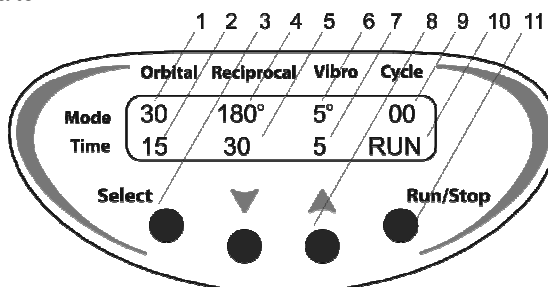

Abb. 2 Vorderseite
- 4.4. Drücken Sie die Taste **Run/Stop** (Laufen/Stopp) (Abb. 2/11), um das Programm zu starten.
- 4.5. Die Bewegung der Plattform startet und die entsprechenden Anzeigen (RUN [Laufen] (Abb. 2/10), Countdown des Zyklus (Abb. 2/9), die sich ändernden Zeitwerte (Abb. 2/2 oder 2/5)) erscheinen auf dem Display.
- 4.9. Falls keine Anzahl von Zyklen eingestellt ist (Anzahl der Zyklen (Abb. 2/9) zeigt null an), startet durch Drücken der Taste **Run/Stop** (Laufen/Stopp) der kontinuierliche Betrieb, bis die Taste **Run/Stop** (Laufen/Stopp) erneut gedrückt wird.
- 5.1. Drücken Sie die Taste **Select** (Auswählen) (Abb. 2/3), um die zu ändernden Parameter auszuwählen (der aktive Parameter blinkt).
- 5.2. Stellen Sie mit den Tasten ▲ und ▼ (Abb. 2/8) den gewünschten Wert ein (durch Drücken der Taste für länger als 2 Sek ändern sich die Werte schnell).
- 5.4. Sie müssen die Geschwindigkeit (Abb. 2/1), den Drehwinkel (Abb. 2/4, Abb. 2/6), die Dauer der jeweiligen Bewegungsart (Abb. 2/2, Abb. 2/5 und Abb. 2/7) und die Anzahl der Zykluswiederholungen (Abb. 2/9) einstellen.